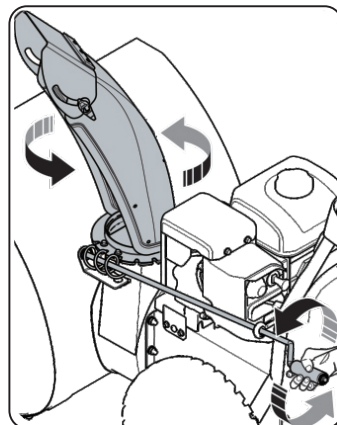

Рис. 4
- Поверните ручку регулировки, чтобы установить направление отклонения выброса снега, лучше всего выбрасывать снег вдоль направления ветра (см. рис. 4).